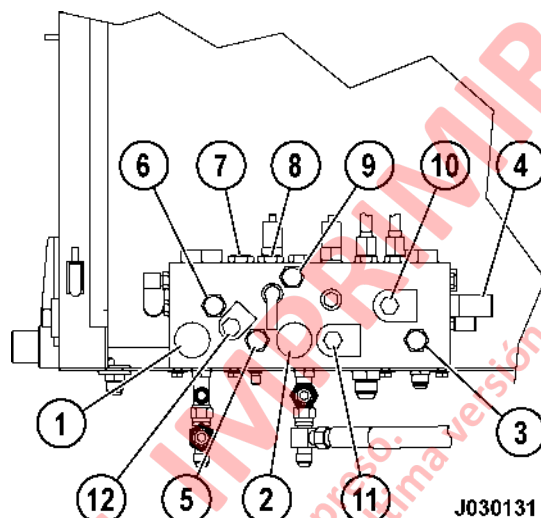

FIGURA 3-12. MANIFOLD DE FRENO
2. Coloque la palanca de control direccional en PARK y gire el interruptor REST a ON. Gire el switch de llave a OFF para apagar el motor y deje 90 segundos para que los acumuladores del sistema de la dirección purguen. Abra las válvulas de purga (1) y (2, Figura 3-12) para purgar los acumuladores de freno.
NOTA: La válvula de retención (3, Figura 3-12) y la válvula reductora de presión (4) tienen un disco de orificio ubicado debajo de ellas. Los dos orificios son de diferente tamaño. Por lo tanto, es muy importante hacer coincidir correctamente cada orificio con la ubicación correcta de montaje.
1. Gire las válvulas de purga del acumulador (1) y (2, Figura 3-12) hacia la izquierda para abrir las válvulas.
2. Coloque la palanca de control direccional en PARK y gire el interruptor REST a ON. Gire el switch de llave a OFF para apagar el motor y deje 90 segundos para que los acumuladores del sistema de la dirección purguen. Abra las válvulas de purga (1) y (2, Figura 3-12) para purgar los acumuladores de Freno.